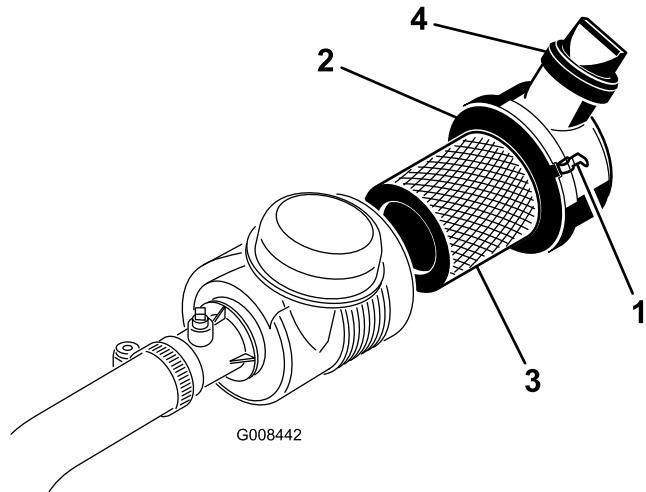

図 44
- エアクリーナのカバーをボディーに固定しているラッチを外す(図 44)。
- カバーを取り付け、ラッチを掛ける (図 44)。